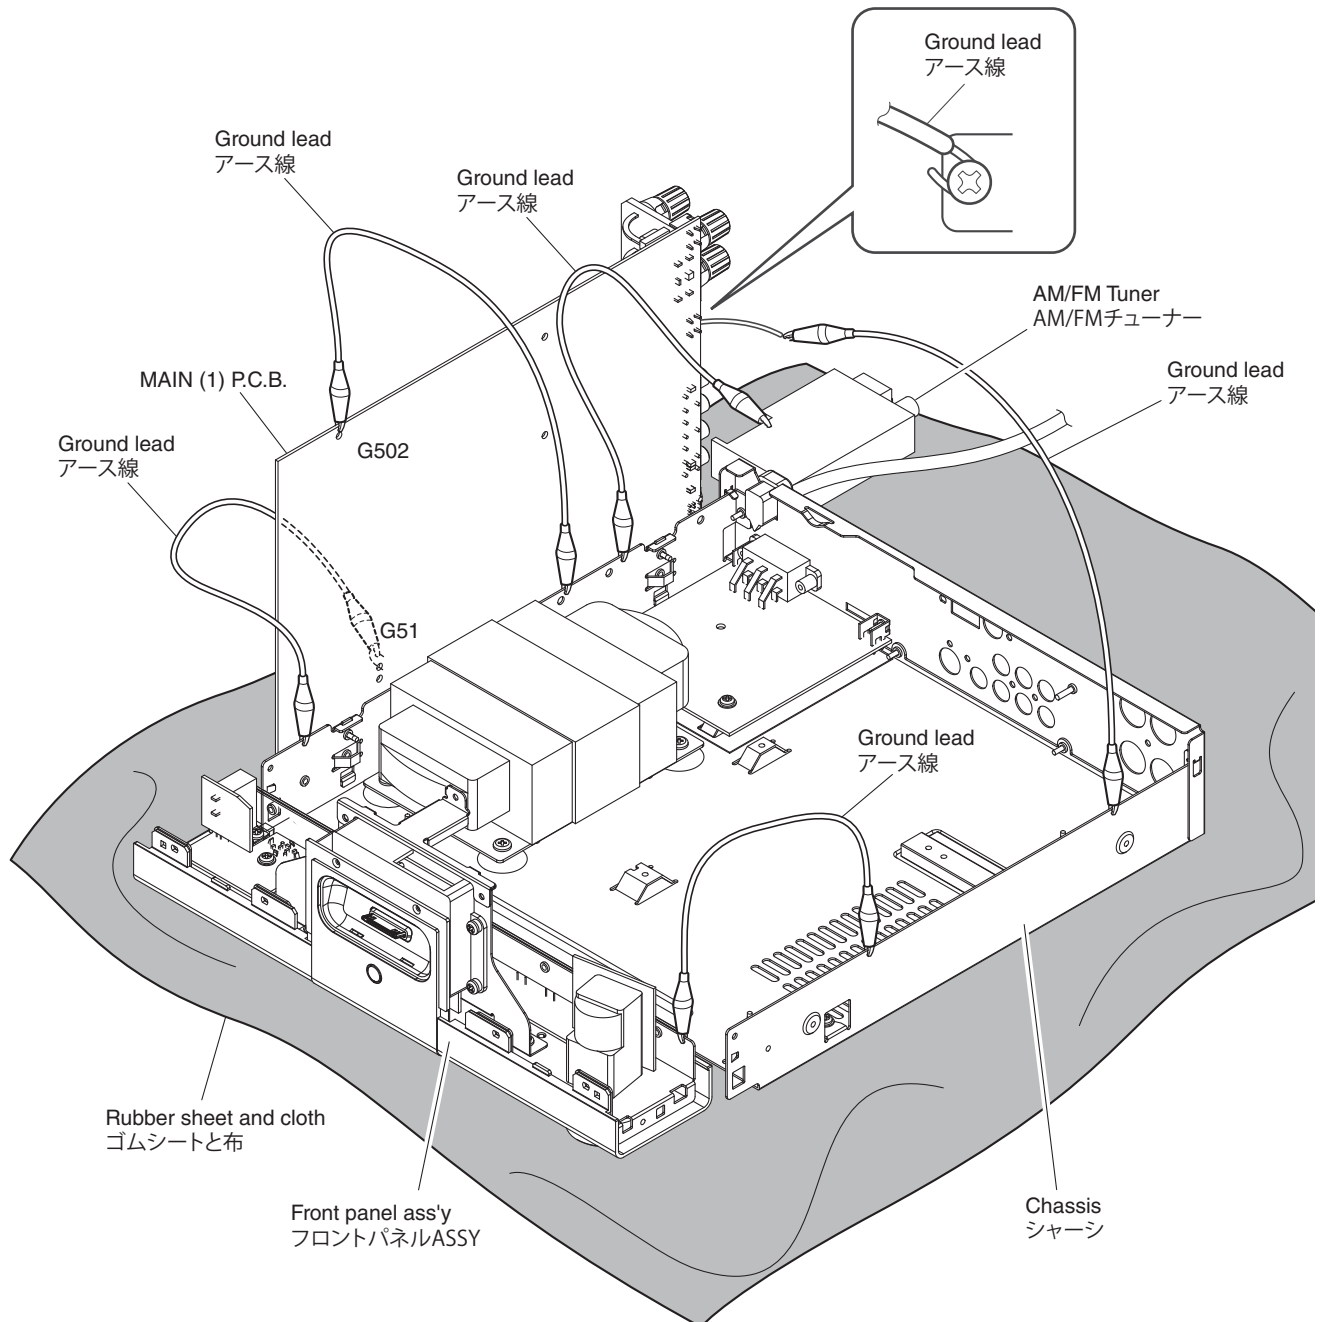

Fig. 3
- Spread the rubber sheet and the cloth. Then place the sub chassis unit on the cloth and check it. (Fig. 3)
- Connect the ground point of the front panel ass'y, MAIN (1) P.C.B. and AM/FM tuner to the chassis with a ground lead or the like. (Fig. 3)
- ゴムシートと布を敷き、その上にサブシャーシユニットを置いてチェックします。(Fig. 3)
- フロントパネル ASSY、MAIN (1) P.C.B. と AM/FM チューナーのアースをアース線等でシャーシに接続してください。(Fig. 3)